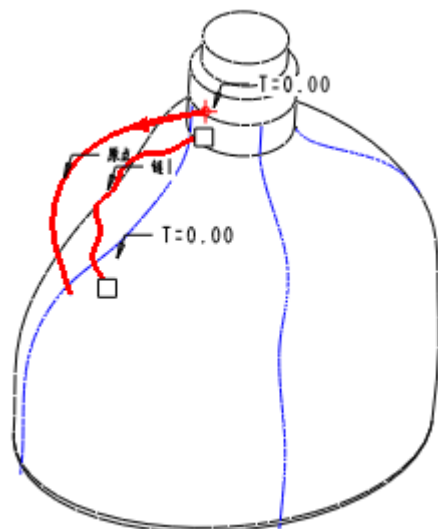

图 45-21
(1) 单击特征工具栏中的  , 打开可变剖面扫描特征操控板。
(2) 单击  按钮, 以生成实体特征。如图 45-21 所示选择扫描轨迹。